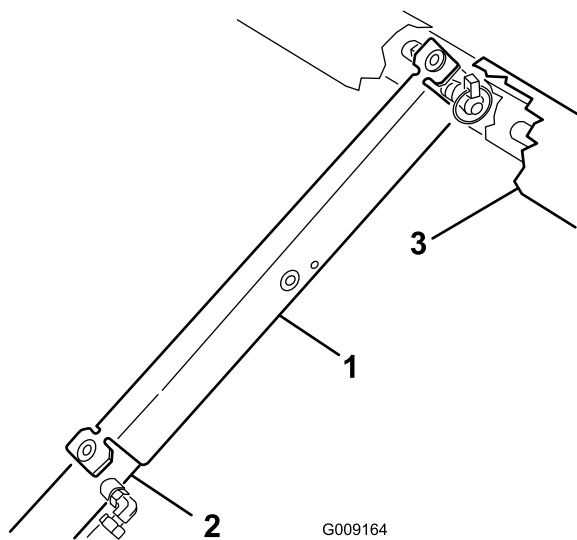

**Figura 11**
8. Staccate il supporto del pianale dalle staffe su cui è riposto, sulla parte posteriore del pannello del sistema ROPS (Figura 11).